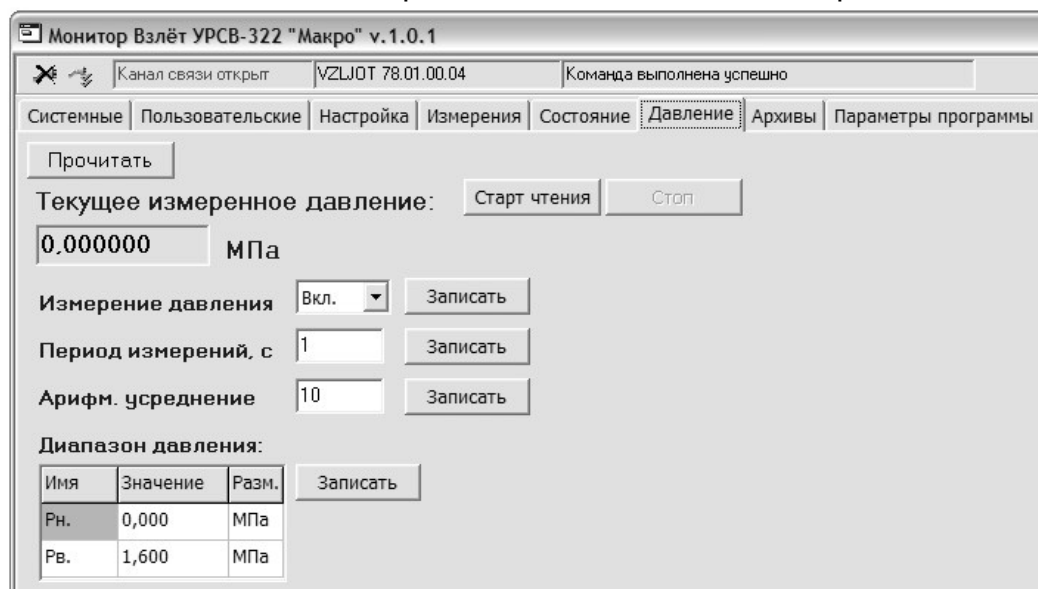

Рис.14. Окно вкладки «Давление».
- 3.1.11. При наличии датчика давления, установленного на трубопроводе вместе с расходомером, щелкнуть мышкой по вкладке **Давление**. На дисплее ПК отобразится окно, показанное на рис.14.